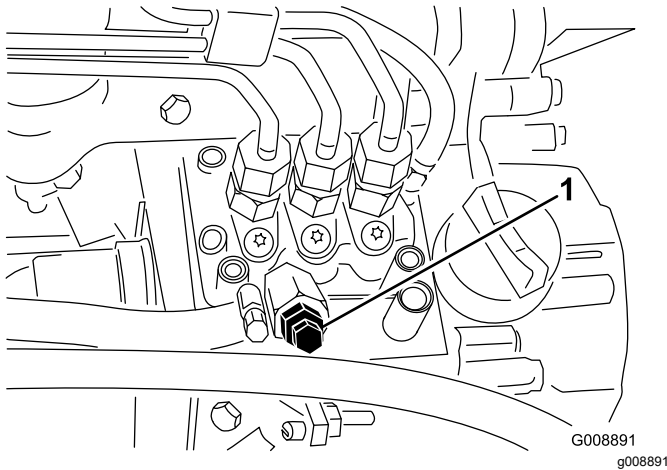

Рисунок 51
4. Выверните винт стравливания воздуха из насоса для впрыска топлива (Рисунок 51).